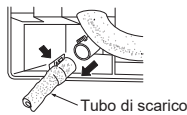

Fig. 2
- 3) Estrarre il tubo di scarico sul lato posteriore sinistro dell'unità interna. (Fig. 2)